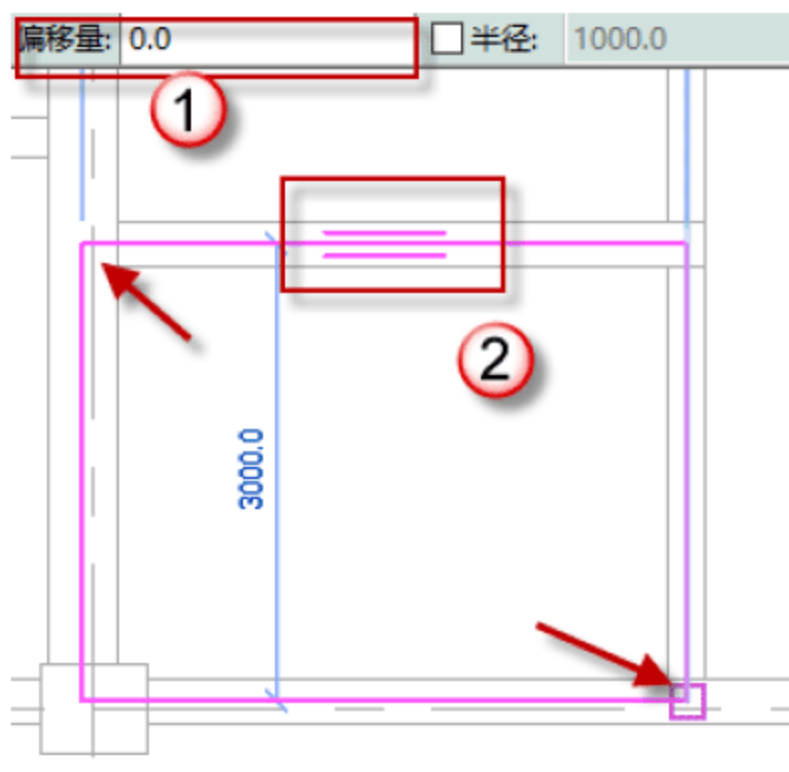

图 4.3.44 绘制 21 号板
(19) 绘制 21 号板，单击“矩形”按钮，绘制 21 号板，调整跨方向，将偏移量设置为 50，单击√按钮，完成绘制，如图 4.3.44 所示。